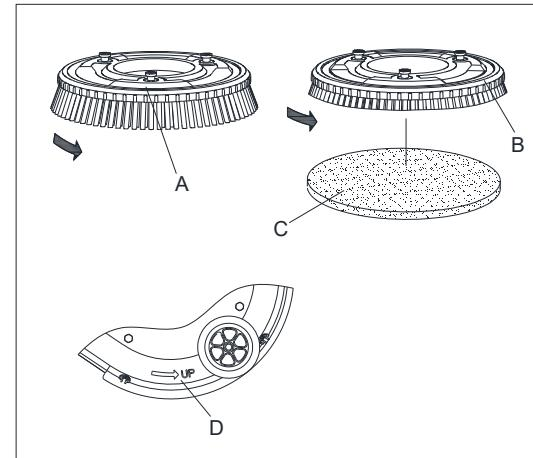

Abbildung 8
Bauen Sie die geeignete Bürste (A, Abbildung 8) oder Kissen (B und C, Abbildung 8) ein, die dem zu säuberndem Flur entspricht.
- Setzen Sie den Bürsten-/Padhalter auf den Boden unter der Bürstenabre und richten Sie ihn in der Mitte aus. Drehen Sie dann den Bürsten-/Padhalter in die Richtung (D wie in Abbildung 8), um ihn manuell zu installieren.
- Drücken Sie die Starttaste (38 wie in Abbildung 2) auf dem Bedienfeld, heben Sie die Bürsten (9 wie in Abbildung 2) vom Boden ab, und drücken Sie dann die Entriegelungstaste (40 wie in Abbildung 2), um die Bürsten automatisch zu lösen. Durch Drehen in die entgegengesetzte Richtung (D wie in Abbildung 8) kann der Bürsten-/Padhalter manuell auseinandergezogen werden.